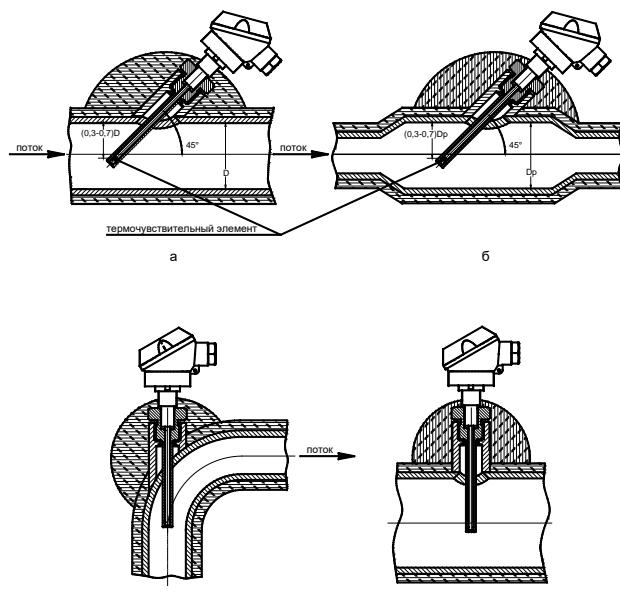

Рисунок 6.7 Рекомендуемые варианты установки термопреобразователей на трубопроводе
6.5.3 Если диаметр чувствительного преобразователя ТС превышает $0,13D$, то допускается при установке ТС применять расширитель (рисунок 6.7 б), где D_p – внутренний диаметр расширителя.